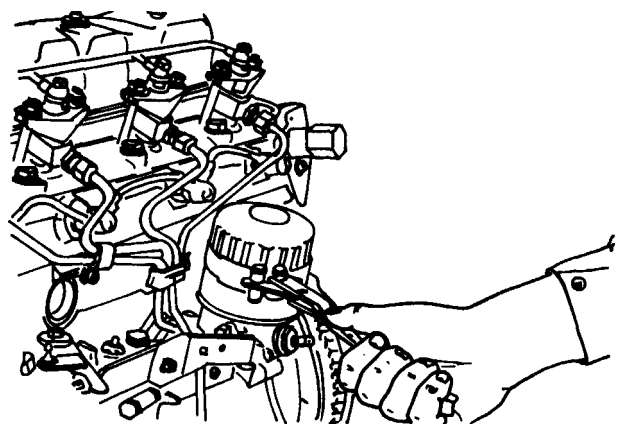

Рис. 1.51. Снятие масляного фильтра.
3. Поставьте двигатель вертикально и выверните сливную пробку из масляного поддона. Пока масло стекает в подставленную емкость, отверните масляный фильтр с помощью специального ключа (см. рис. 1.51). В том случае, если нет специального ключа, пробейте стенку фильтра толстой отверткой и отверните его, используя рукоятку отвертки в качестве рычага.